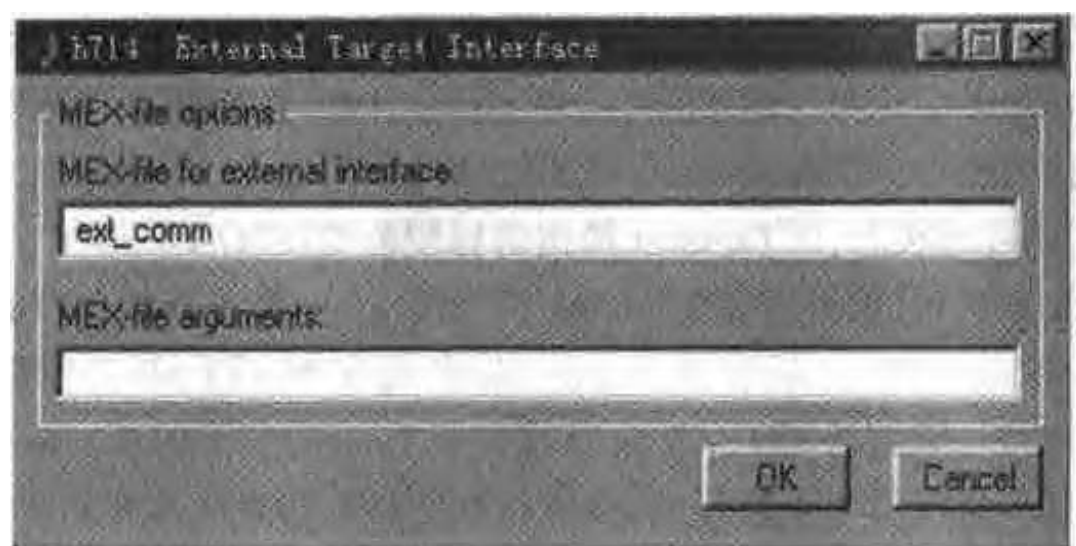

图 9-20 目标接口对话框
(8)按 Target Interface 按钮,打开目标接口对话框,如图 9-20 所示。Simulink 要求用户在外模式模式下运行模型前,必须先配置目标接口和设置各种信号触发和数据记录选